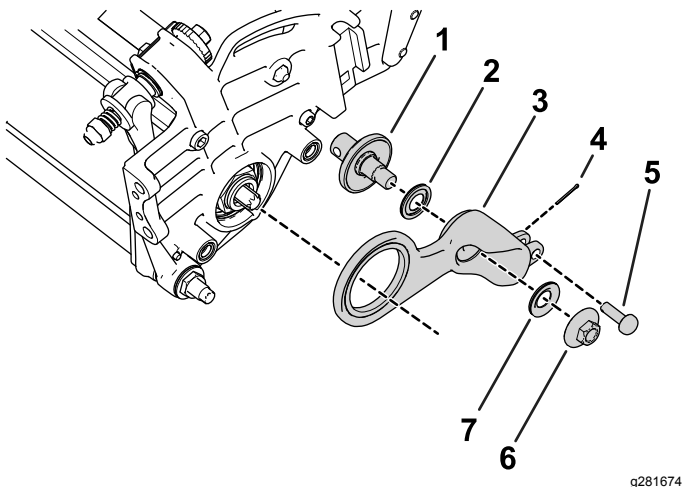

Figura 10
1. Monte las piezas sueltas en el conjunto tensor según se muestra en Figura 10.